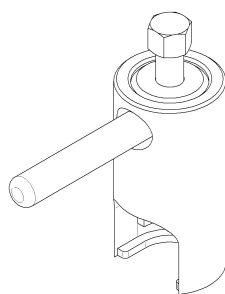

Рис. 36. Съемник для крыльчатки
4. снять крыльчатку при помощи специального съемника (см. рис. 36);